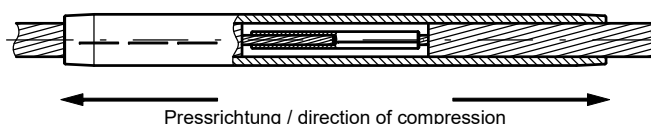

FIG 4
- 8) Compress aluminium tension sleeve following the compression marks, using appropriate compression insert (see indicated index number on the aluminium-sleeve). Start to compress from the center to the end of the aluminium sleeve (FIG. 4).
- 8) Aluminium-Presshülse gemäß der Pressmarkierungen mit dem passenden Presseinsatz (siehe Markierung auf Hülle) verpressen. Reihenfolge der Pressungen von der Mitte der Aluminium-Presshülse zum Rohrende (FIG. 4).